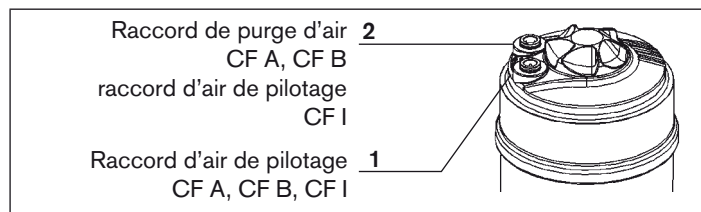

Fig. 17 : Raccordement pneumatique
→ Raccorder le fluide de pilotage au raccord d'air de pilotage 1 de l'actionneur (voir « Fig. 17 : Raccordement pneumatique »).
→ Insérer le silencieux dans le raccord de purge d'air libre 2 (voir « Fig. 17 : Raccordement pneumatique »).
- Raccorder le fluide de pilotage au raccord d'air de pilotage 1 et 2 de l'actionneur (voir « Fig. 17 : Raccordement pneumatique »)